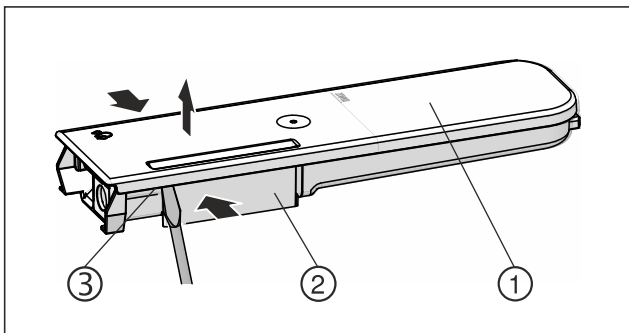

Fig. 135
- ▶ Wasserbehälter Fig. 135 (2) zusammendrücken und Deckel Fig. 135 (1) vorsichtig über die Rastnasen Fig. 135 (3) hebeln und hochziehen.
- ▶ Deckel Fig. 135 (1) leicht hin- und herbewegen und nach oben entnehmen.